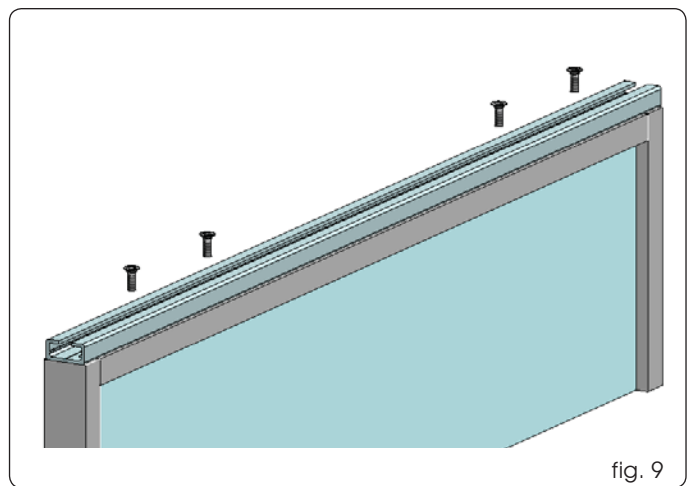

fig. 9
1. Fije a la hoja el perfil de enganche hoja cortado a la misma longitud, y fíjelo con tornillos a la parte superior (fig. 9).